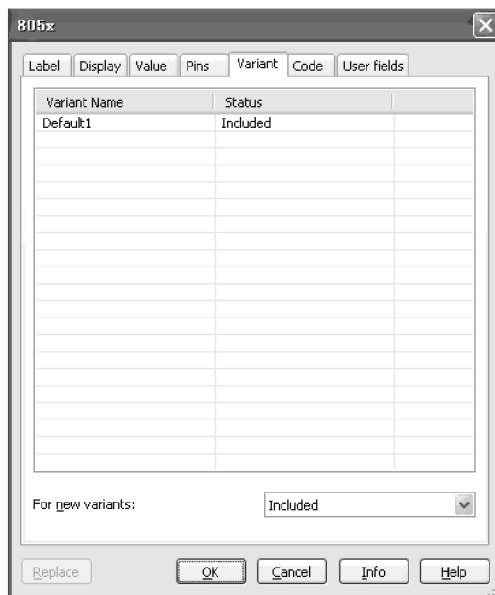

图 6-82 Variant 标签页
(5) Variant 标签页如图 6-82 所示, 该页的设置与其他元件设置一样, 不再赘述。